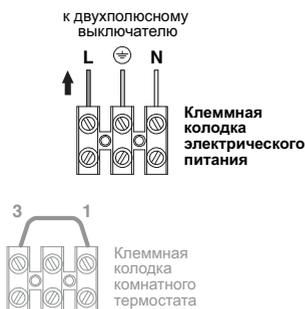

Рисунок 5.16
- Подсоедините токопроводящий кабель, идущий от всеполюсного выключателя, к клеммной колодке электрического питания котла (Рисунок 5.16), соблюдая соответствие фазы (коричневый провод) и нейтрали (голубой провод).